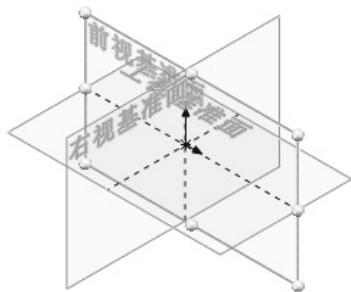

图 2-2 系统默认基准面
1) 选择菜单栏中的“插入”→“草图绘制”命令，或者单击“草图”工具栏中的 (草图绘制) 按钮，或者单击“草图”控制面板中的 (草图绘制) 按钮，或者直接单击“草图”工具栏中要绘制的草图实体，此时图形区显示的系统默认基准面如图 2-2 所示。